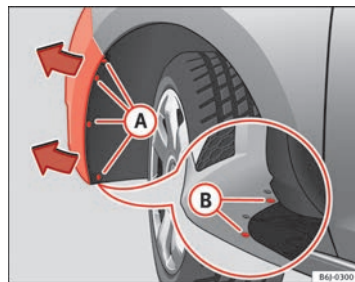

Abb. 162 Nebelscheinwerfer: Zugriff auf die Steckverbindung und den Lampenträger
- Entfernen Sie die 4 Schrauben **A** ⇒ Abb. 162 aus dem Inneren des Radhauses und die 2 unteren Schrauben **B** ⇒ Abb. 162 des Stoßfängers mit einem Schraubendreher.